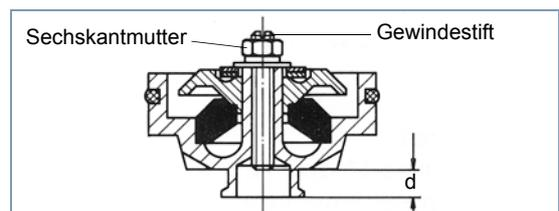

Abb. 4 Maß d (Gerät mit einer Gummifeder)
- Im Abstufungskolben durch entsprechendes Drehen des Gewindestiftes das Maß d = C + 0,8 mm einstellen (siehe Abb. 4).